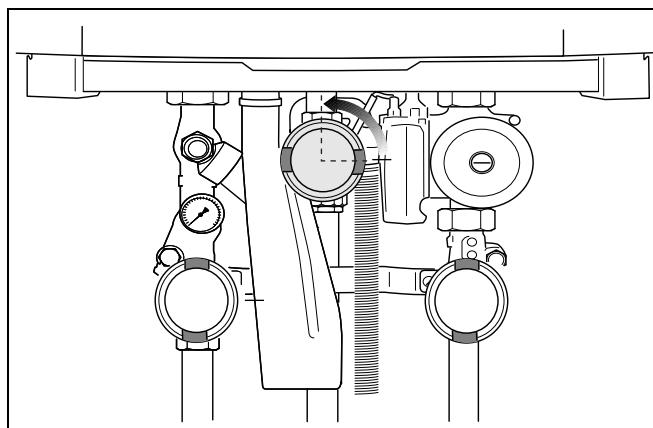

Fig. 72 Åbning af gashanen
- Åbn gashanen langsomt. Tryk gashanen ind, og drej en ¼ omdrejning til venstre (fig. 72).
- Åbn gashanen langsomt. Tryk gashanen ind, og drej en ¼ omdrejning til venstre (fig. 72, side 48).
- Åbn gashanen igen. Tryk gashanen ind, og drej en ¼ omdrejning til venstre (fig. 72).